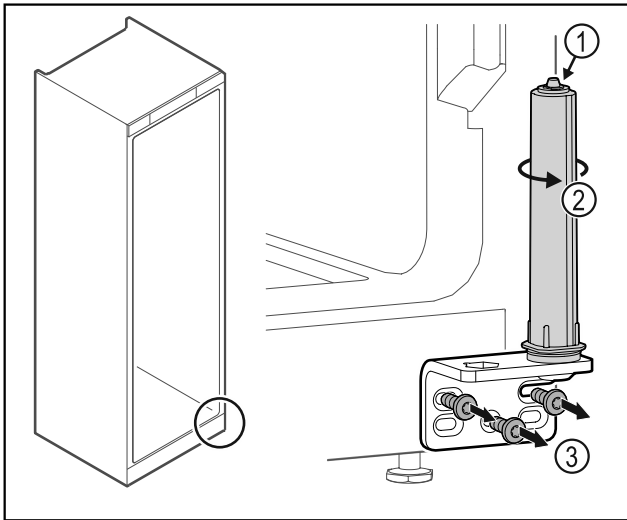

Fig. 36
- ▶ No desmonte el sistema de bloqueo de la puerta Fig. 36 (1).
- ▶ Gire el sistema de bloqueo Fig. 36 (2) hasta que haga clic.
- ▶ Desatornille el soporte de la bisagra Fig. 36 (3).